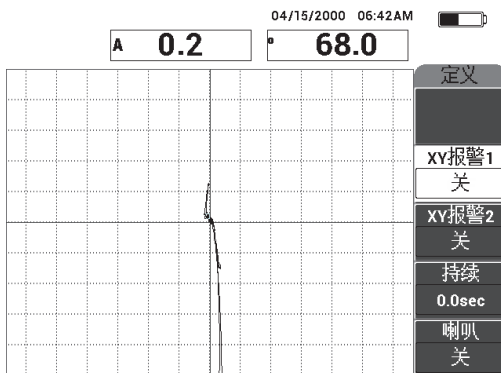

图 6-32 在脱粘缺陷和修复区域上扫查
6. 慢慢地在 一个脱粘缺陷和一个修复区域上扫查，然后按**冻结**键 () (参见第 135 页的图 6-32)。